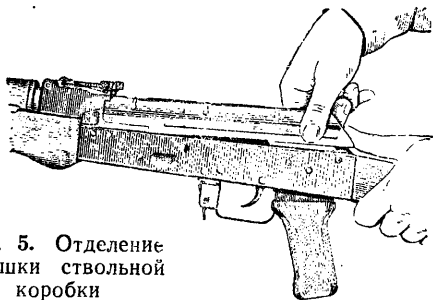

Рис. 5. Отделение крышки ствольной коробки
4) **Отделить крышку ствольной коробки.**левой рукой обхватить шейку приклада, большим пальцем этой руки нажать на выступ направляющего стержня возвратного механизма, правой рукой приподнять вверх заднюю часть крышки ствольной коробки (рис. 5) и отделить крышку.